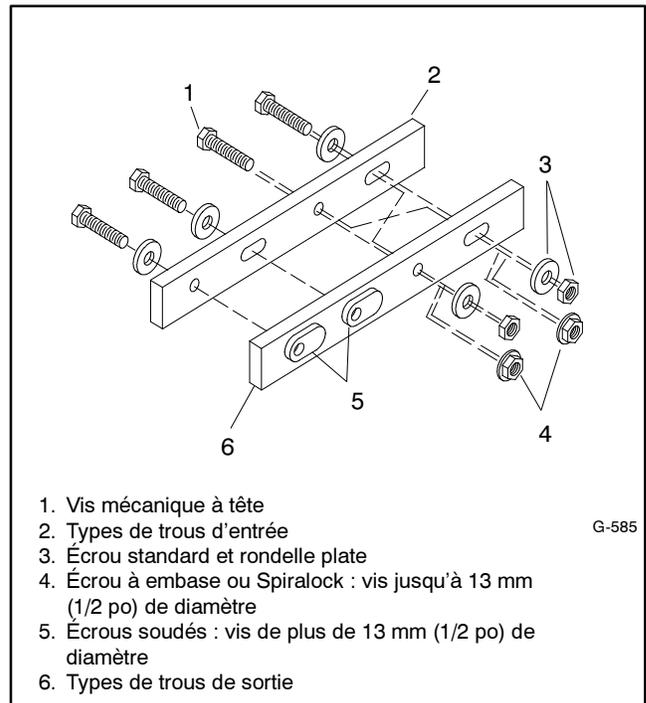

Figure 2 Combinaisons de boulonnerie acceptables
Pour les trous de sortie circulaires ou oblongs, déterminer si le diamètre de la boulonnerie est supérieur ou inférieur à 13 mm (1/2 pouce). Pour les vis de *plus de 13 mm (1/2 pouce)* de diamètre, utiliser un écrou standard et une rondelle plate SAE. Les vis de *13 mm (1/2 pouce)* ou *moins* peuvent être serrées avec un écrou à embase ou Spiralock. Voir Figure 2.
4. La Figure 2 présente les différentes configurations décrites ci-dessus.